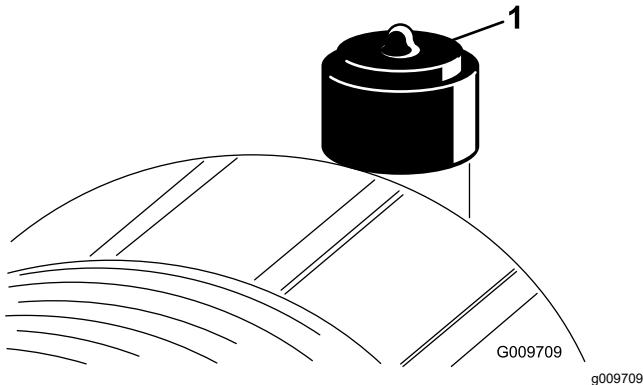

Bild 74
Warten Sie den Luftfilter nur, wenn die Wartungsanzeige dies angibt (Bild 74). Das frühzeitige Auswechseln des Luftfilters erhöht nur die Gefahr, dass Schmutz in den Motor gelangt, wenn Sie den Filter entfernen.
9. Stellen Sie die Anzeige (Bild 74) zurück, wenn sie auf Rot steht.